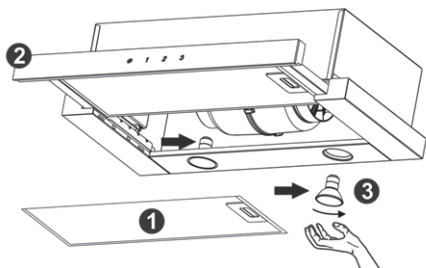

Рис. 6
**8.6** Для снятия алюминиевого фильтра (рис.6) следует нажать на пружинную защелку алюминиевого фильтра 1 и снять его. Вытянуть выдвижную панель с фильтром 2 и снять алюминиевый фильтр 3. Установление фильтра выполняется в обратном порядке. Не устанавливайте фильтр после мытья до их полного высыхания.